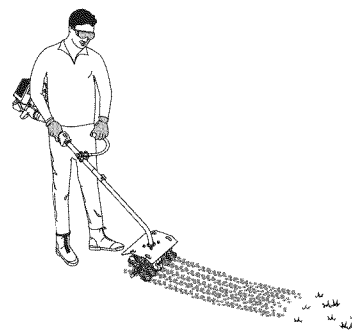

Fig. 4
4. Sujete firmemente el unidad con ambas manos y baje lentamente la unidad hasta que los dientes se pongan en contacto con el terreno (Fig. 4).